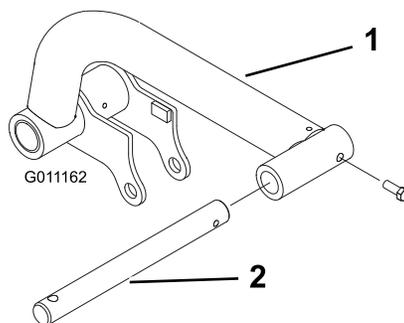

図 14
- 左右の昇降アームにそれぞれピボットロッドを差し込み、取り付け穴を整列させる 図 14。